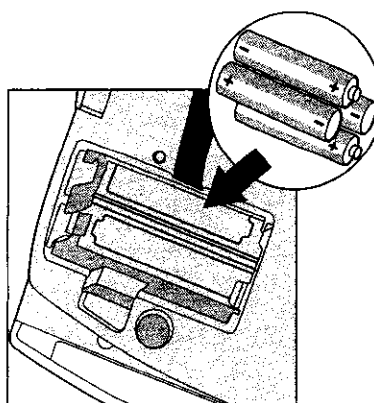

Figura 2-6: Colocación correcta de las baterías
1. Oriente el analizador in2it (I) Analyzer hacia abajo y busque la tapa que hay en el ángulo inferior izquierdo, donde se indica "4 X AA". Retire la tapa del compartimento de las baterías.
2. Coloque las baterías encima de la lengüeta de extracción que hay en el compartimento, siguiendo el diagrama existente en la base de éste. Véase la colocación correcta en la figura 2-6.